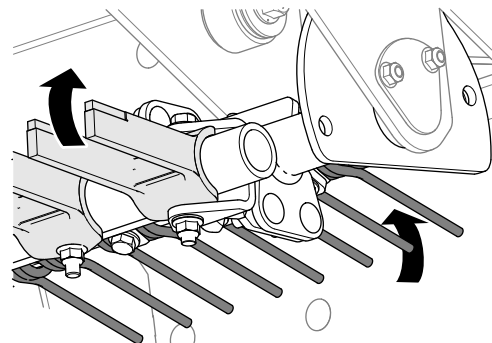

Figure 15
5. Faites tourner le bras de l'outil polyvalent et choisissez un jeu de dents (Figure 15).